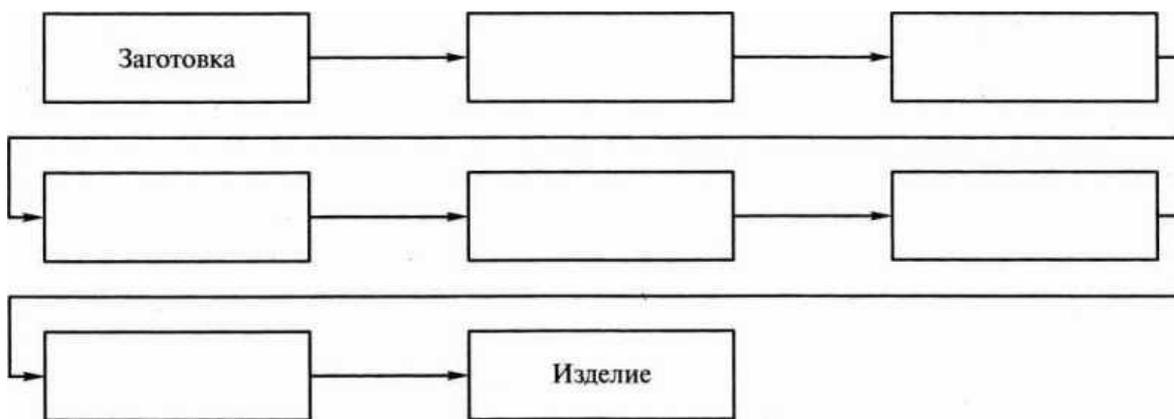

Рис. 4.16. Схема процесса обработки заготовки из стали
19. Установите технологию обработки заготовок из стали. Впишите в прямоугольники (рис. 4.16) в соответствующем порядке необходимые сведения из информационного банка.